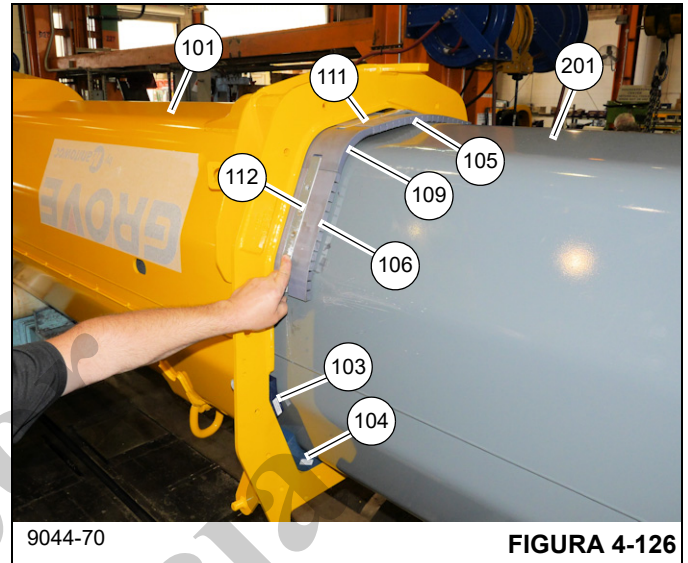

FIGURA 4-126
97. Siga insertando la sección telescópica 1 (201) en la base (101) hasta que la punta de la sección telescópica 1 (201) esté en el área de la sección telescópica 1 (201) que está libre de grasa.
98. Coloque las almohadillas de desgaste flexibles (105, 106, 109) con las barras (111, 112) en la parte superior de la sección telescópica 1 (201) y golpee suavemente para colocarlas en su lugar entre la base (101) y sección telescópica 1 (201) (vea la Figura 4-126).
99. Apriete completamente el perno de ajuste (132) de la almohadilla de desgaste del medio del lado derecho. Instale un suplemento (110) en la parte superior de la almohadilla de desgaste del lado derecho golpeando suavemente con un martillo de caucho o bloque de madera.